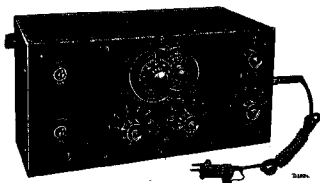

Fig. 1
1. Een service oscillator bijv. G.M. 2880 zie fig. 1.